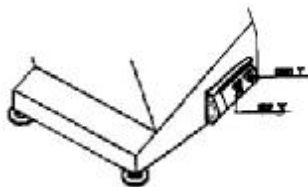

图 22——开关
- 分别按下启动按钮“**I**”和停止按钮“**O**”，检测开关是否正常（参见图 22）